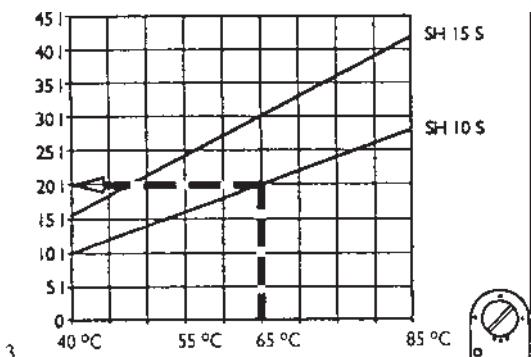

Рис. 3
Количество смешанной воды (рис. 3) зависит от установленной температуры. Пример: прибор SH 10 S при установленной температуре 65°C при смешивании с холодной (15°C) водой дает 20 л воды с температурой 40°C .
- большое количество смешанной воды (рис. 3).